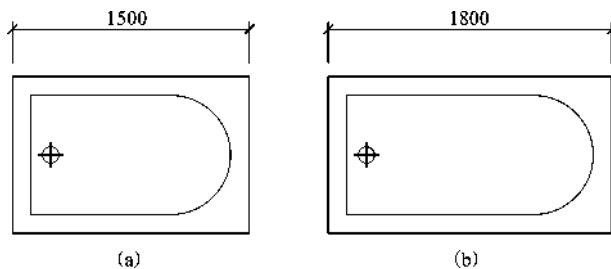

图 1-46 浴盆的拉伸
【实例 1-21】 利用拉伸命令将长度为 1500 mm 的浴盆拉伸至 1800 mm,如图 1-46 所示。
- ①绘制如图 1-46(a)所示浴盆。
- ②执行【拉伸/S】命令,浴盆向右拉伸 300 mm,完成后如图 1-46(b)所示。